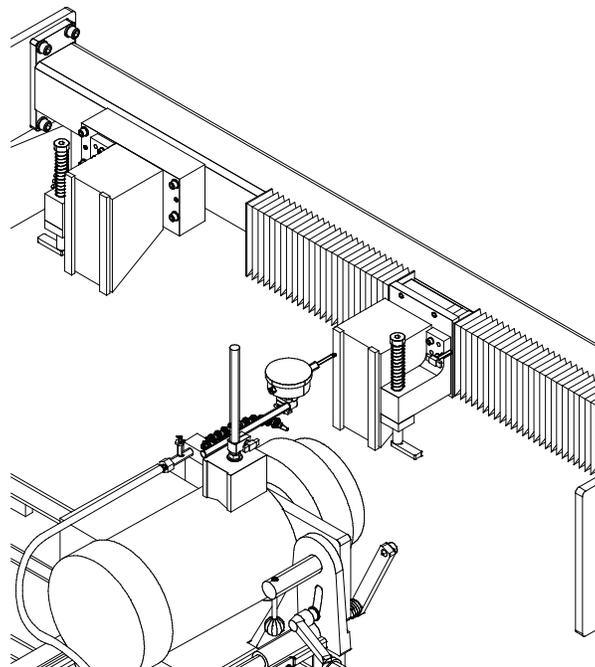

FIG. 32
Para comprobarlo, verifique el indicador del medidor de base magnética **opcional** (ref. 6100501). Ajuste el pasador de ángulo de la cara superior a 0 grados y gire el conjunto de la herramienta a la posición de rectificado de la cara superior. Instale la base magnética en la parte superior del motor con el brazo extendido, para que el indicador del medidor toque la cara del electroimán. Véase la Fig. 32. Desembrague el accionador transversal con la palanca de liberación. Deslice el cabezal de rectificado de un imán al otro. El indicador del medidor en la base magnética debería leer cero (sin cambios de un imán al otro). De lo contrario, afloje la rueda de bloqueo del ajustador de la barra del conjunto de la herramienta del lado derecho y después ajuste el volante del ajustador del lado derecho hasta que vea cero/cero en los dos imanes. Cuando consiga estos resultados, vuelva a bloquear la rueda. Ahora, ajuste el indicador del medidor de la máquina que está montado en el ajustador del conjunto de la herramienta del lado derecho para que lea 0,500. Esto se hace aflojando el tornillo de ajuste que sostiene el indicador del medidor, volviendo a colocar el indicador y volviendo a apretar el tornillo de ajuste. El rectificadode cuchillas de asiento con este ajuste debería ser incorrecto (la misma configuración que la original de fábrica).